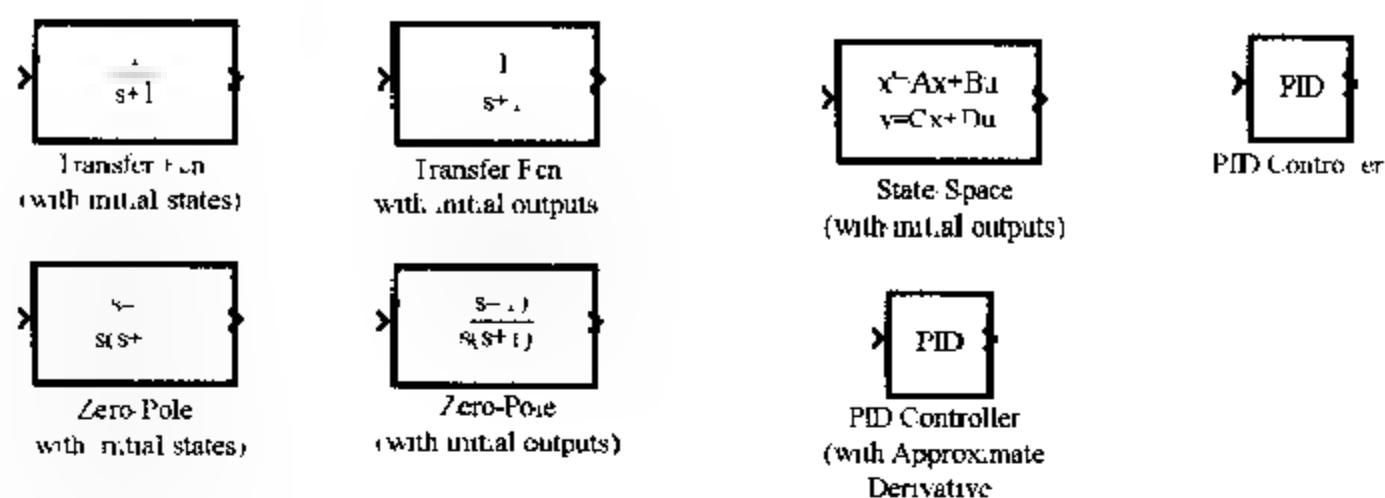

图 6.54 附加线性库中的模块
2) 附加线性库包含如图 6.54 所示的模块。有: 两个传递函数模块(具有初始状态、初始输出各一), 两个零极点模块(具有初始状态、初始输出各一), 一个状态空间模块(具有初始输出), 两个 PID (Proportional, Integral and Derivative, 比例、积分、微分) 控制器模块(其中一个具有近似导数)。